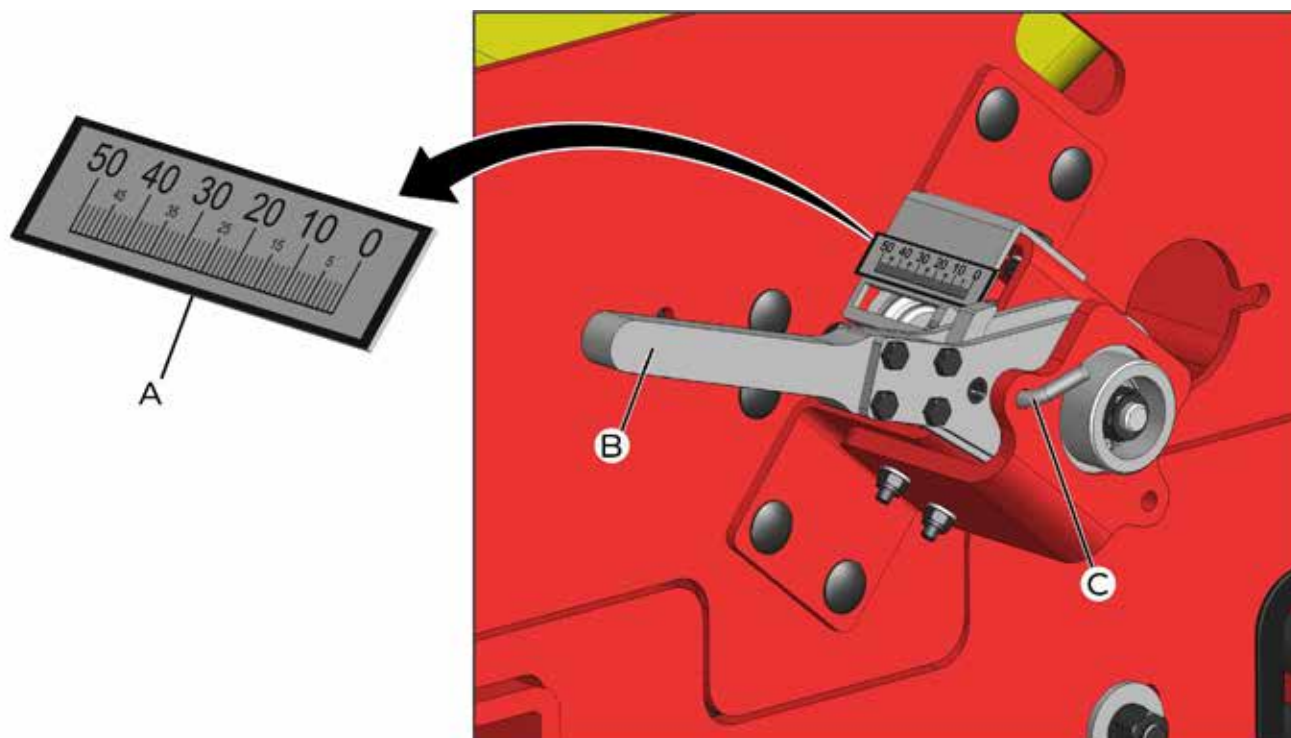

fig. 09
Se a quantidade de sementes não foi a desejada, gire a alavanca (B) (fig. 09) para outra posição da escala (A), para mais ou para menos e repita novamente a operação.